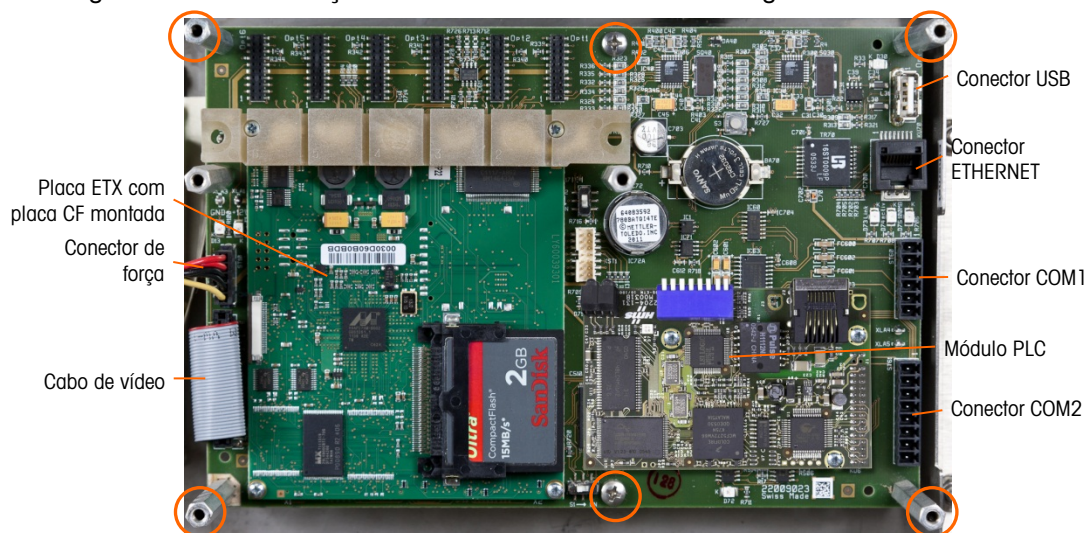
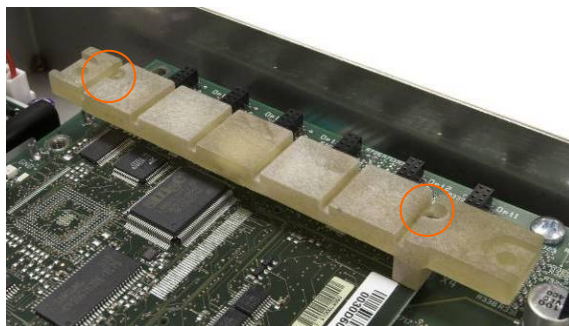
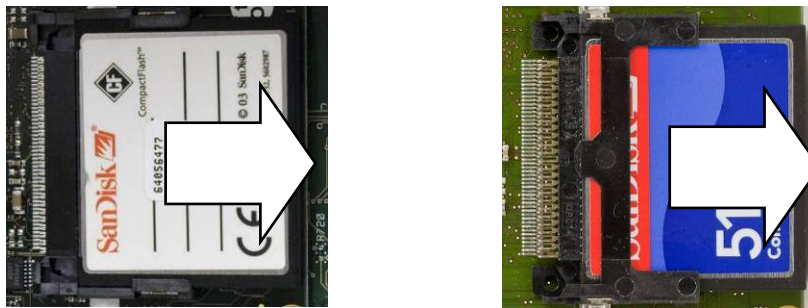

Figura 3-48: Conexões da Placa Principal e Parafusos de Montagem
Figura 3-51: Localizações de parafuso de guia de placa inferior
Figura 3-57: Remoção de placa CF – Original (esquerda) e Novo (direita) ETX
11. Remova todos os conectores periféricos de seus soquetes – COM1, COM2, Ethernet, USB, energia e vídeo. Localizações do conector são indicadas na Figura 3-48.
13. Desparafuse e remova os seis parafusos que fixam a placa principal ao gabinete. Suas localizações são circuladas na Figura 3-48. No caso de um terminal de montagem em painel, os quatros fixadores externos serão suportes sextavados, como mostrado na Figura 3-49.
1. Remova os dois parafusos que fixam a guia da placa inferior e a placa ETX para a placa principal (Figura 3-48). As localizações desses parafusos estão indicadas na Figura 3-51.
1. Observe a orientação da placa ETX indicada na Figura 3-48. Os conectores ETX são dispostos de forma que não possam ser instalados de forma invertida.
5. Instale os parafusos para fixar a placa na placa principal. Dois desses parafusos também estão fixados na guia da placa inferior. Essa barra é assimétrica e deve ser montada na orientação indicada na Figura 3-51. Observe que a ponta mais longa está orientada em direção à bateria da placa principal.
Para remover uma placa CF da placa ETX, segure as laterais da placa CF e deslize-a para fora do soquete, na direção indicada na Figura 3-57. Pode ser necessário mover a placa ligeiramente para o lado para desengatá-la. Se qualquer opção de módulo de interface CLP for instalada, ela pode precisar ser removida primeiro.
Observe que a Figura 3-57 mostra a placa CF na mesma orientação que a Figura 3-48.